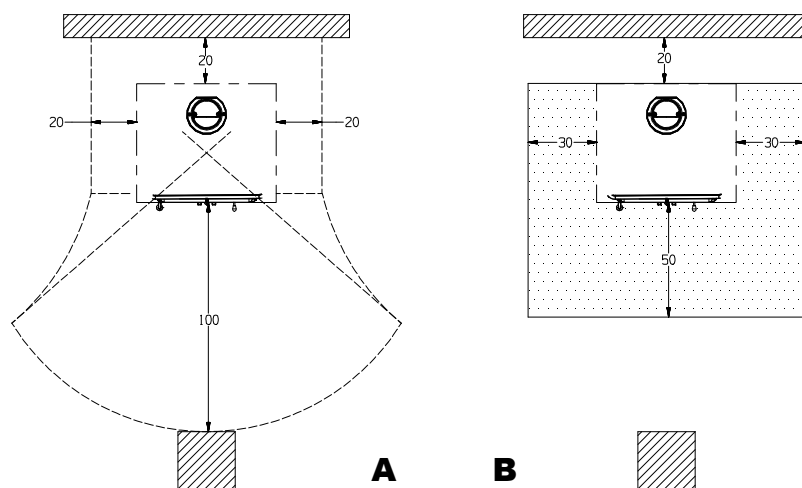

Figura 2
- Al fine di assicurare un sufficiente isolamento termico, rispettare la distanza minima di sicurezza dal retro e da entrambi i lati da elementi costruttivi ed oggetti infiammabili e sensibili al calore (mobili, rivestimenti di legno, stoffe ecc.) (vedi Figura 2 - A). **Tutte le distanze minime di sicurezza sono indicate sulla targhetta tecnica del prodotto e NON si deve scendere al di sotto dei valori indicati).**
- qualora il prodotto venga installato su un pavimento di materiale infiammabile, bisogna prevedere un sottofondo ignifugo. **I pavimenti in materiale infiammabile**, come moquette, parquet o sughero etc., **devono essere sostituiti** da uno strato di materiale non infiammabile, ad esempio ceramica, pietra, vetro o acciaio etc. (dimensioni secondo l'ordinamento regionale). **Nel caso in cui la sostituzione del pavimento non sia possibile, l'apparecchio deve essere posizionato sopra una lastra di pietra o cemento spessa almeno 12 cm.** Il sottofondo deve sporgere dall'apparecchio lateralmente di **30cm** e frontalmente di almeno **50 cm** oltre all'apertura della porta di carico (vedi Figura 2 B).